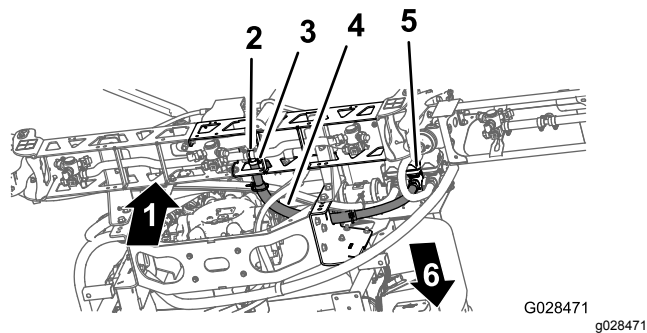

Figure 44
1. Acheminez le flexible de la section de rampe centrale comme montré à la Figure 44.
2. Branchez le flexible de section de rampe au raccord en T cannelé de la section centrale et fixez-le avec un collier (Figure 44).